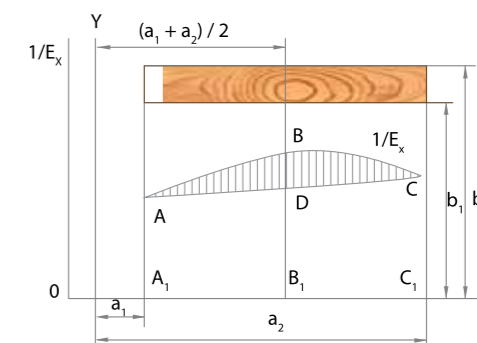

Рис. 16. Кривая деформативности пласти полурадиальной доски
Сравнение деформативности пиломатериалов по ширине пласти можно сделать, используя расчетную схему (рис. 16) и формулу (15). Доска будет соответствовать критерию деформативности, если $BB_1 - DB_2 \geq 0$, т. е. $BD = BB_1 - DB_2 \geq 0$.